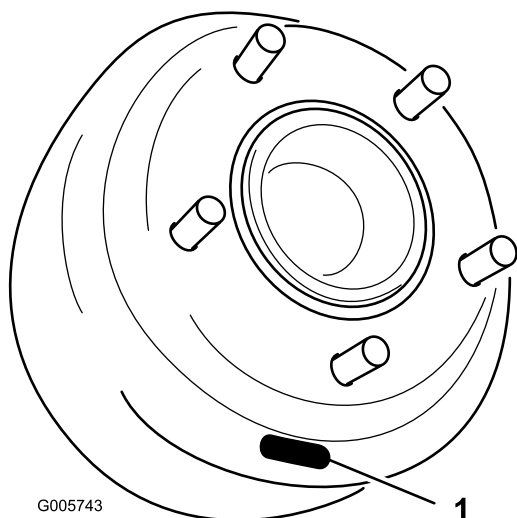
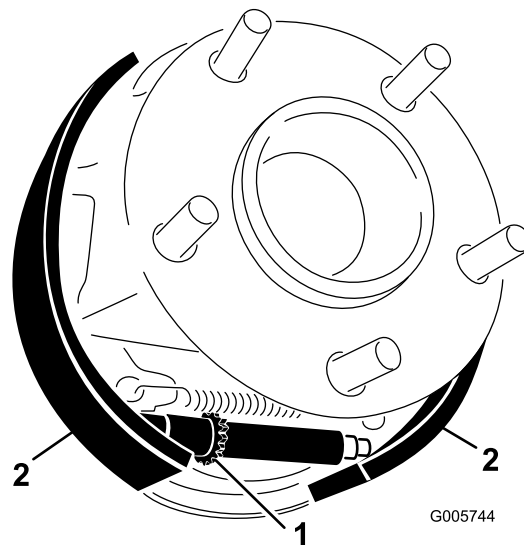

Figura 63
Figura 64
5. Retire las tuercas de la rueda y retire la rueda/neumático del cubo de la rueda. Gire el tambor de freno hasta que la ranura de ajuste esté abajo, centrada sobre la rueda de estrella que ajusta las zapatas de freno (Figura 63).
6. Usando una herramienta para ajuste de frenos o un destornillador, gire la rueda de estrella (Figura 63) hacia abajo hasta que el tambor de freno (Figura 64) se bloquee debido a la presión hacia fuera de las zapatas de freno (Figura 64).